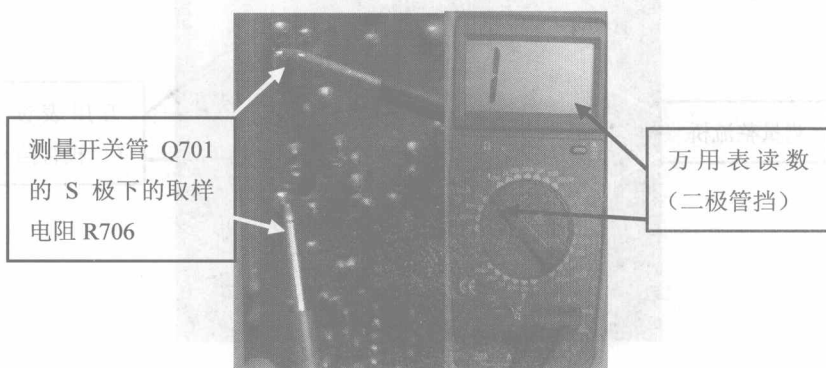

图 1-9
- ④ 用万用表的二极管挡检查开关管 Q701 的 S 极下的取样电阻 R706 的电阻值，测得它的数值为无穷大，说明取样电阻已经烧毁（根据以往的维修经验，通常显示器开关管击穿时，其 S 极的取样电阻也会被烧毁），如图 1-9 所示。